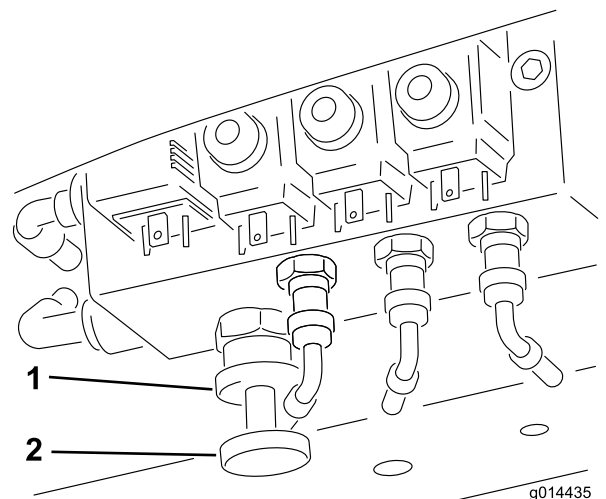

Figure 33
Pour engager le transfert de poids : L'ampleur du transfert de poids peut être réglée en fonction des conditions d'utilisation, en faisant tourner le volant de transfert de poids (Figure 33) comme suit :
1. Desserrez le contre-écrou de la vanne d'un demi-tour dans le sens antihoraire et maintenez-le dans cette position (Figure 33).
2. Tournez le volant (Figure 33) dans le sens antihoraire pour réduire le transfert de poids ou dans le sens horaire pour l'augmenter.